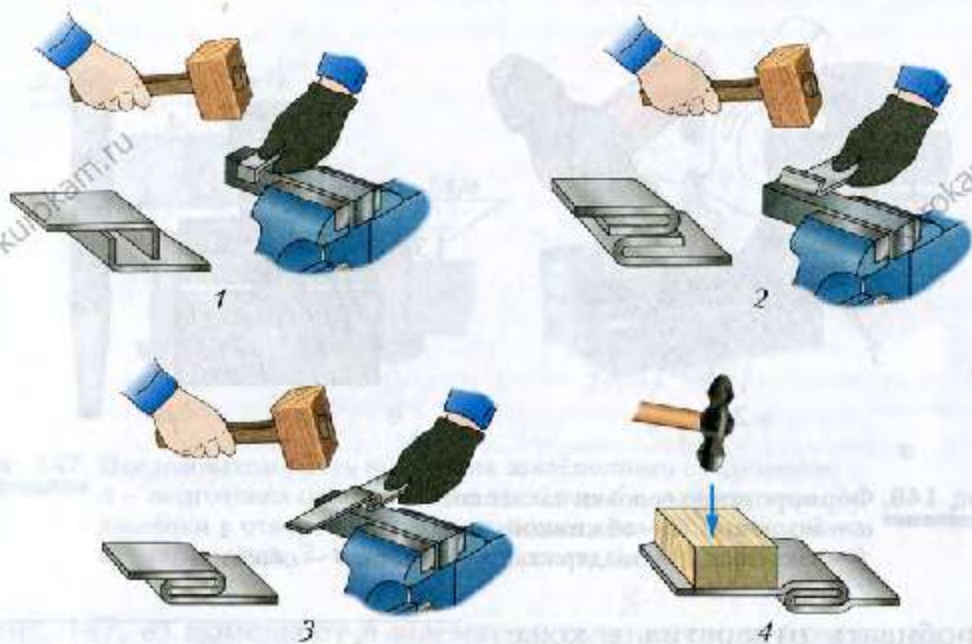

Рис. 150. Последовательность выполнения фальцевого шва (1–4)
Другой способ сборки деталей из тонколистового металла – это соединение *фальцевым швом*. Его получают следующим образом. Сначала отгибают края (шириной 6...8 мм) соединяемых деталей под прямым углом (рис. 150, 1). Затем подгибают края так, как показано на рисунке 150, 2, и соединяют их в замок, простукивая киянкой (рис. 150, 3). Для того чтобы соединение не разъединилось, листы подгибают вблизи шва с помощью деревянного бруска (рис. 150, 4).
4. Изучите технологию получения фальцевого шва (см. рис. 150).